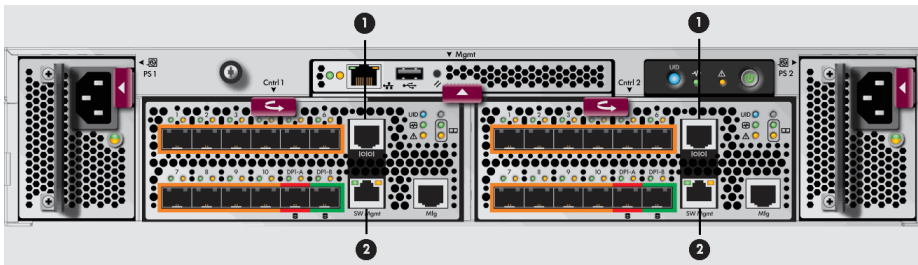

Abbildung 16 HSV300-S – Rückansicht
Falls erforderlich können Sie den Switch mithilfe des Konsolen-Ports (2, Abbildung 16) und des mitgelieferten Konsolenkabels (Teilenummer 259992-001) direkt anschließen. Möglicherweise benötigen Sie einen USB-Adapter für dieses Kabel, wenn Ihr Laptop nicht über einen seriellen Port verfügt.
2. Verbinden Sie den Ethernet-Port (2, Abbildung 16) des integrierten Switches mit dem Laptop.
5. Ziehen Sie das Ethernet-Kabel vom ersten Switch ab, und schließen Sie das Kabel am Ethernet-Port (2, Abbildung 16) des anderen integrierten Switches an. Rufen Sie für den Controller 2 Switch <http://10.77.77.78> auf, und wiederholen Sie 4.